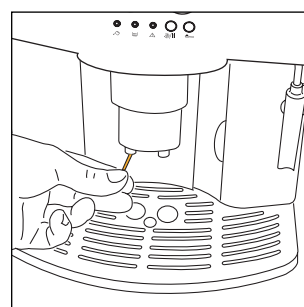

Fig. 28
- Kontroller en gang i mellem, at kaffeudløbsrørets huler ikke er tilstoppet. For at rense dem, benyt en nål for at skrabe de tørre kaffeaflejringer (fig. 28).